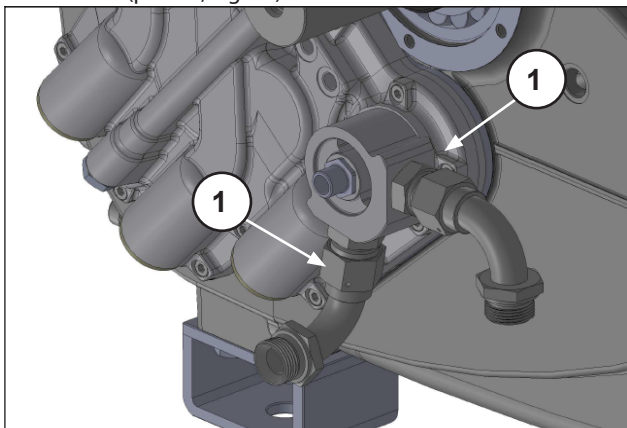

Fig. 18
Desparafuse e remova as duas curvas de conexão dos tubos do trocador (pos. ①, Fig. 18).